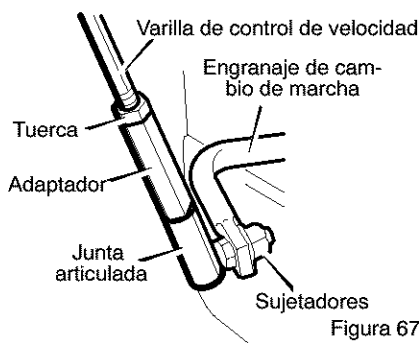

Figura 67
4. Conecte el **conjunto de horquilla de cambios**, ubicada en el extremo inferior de la **varilla de control de velocidad** al **conjunto de horquilla de cambios**. Vea la Figura 67. La fábrica se encarga de conectar los **sujetadores** a la **varilla de control de velocidad**.